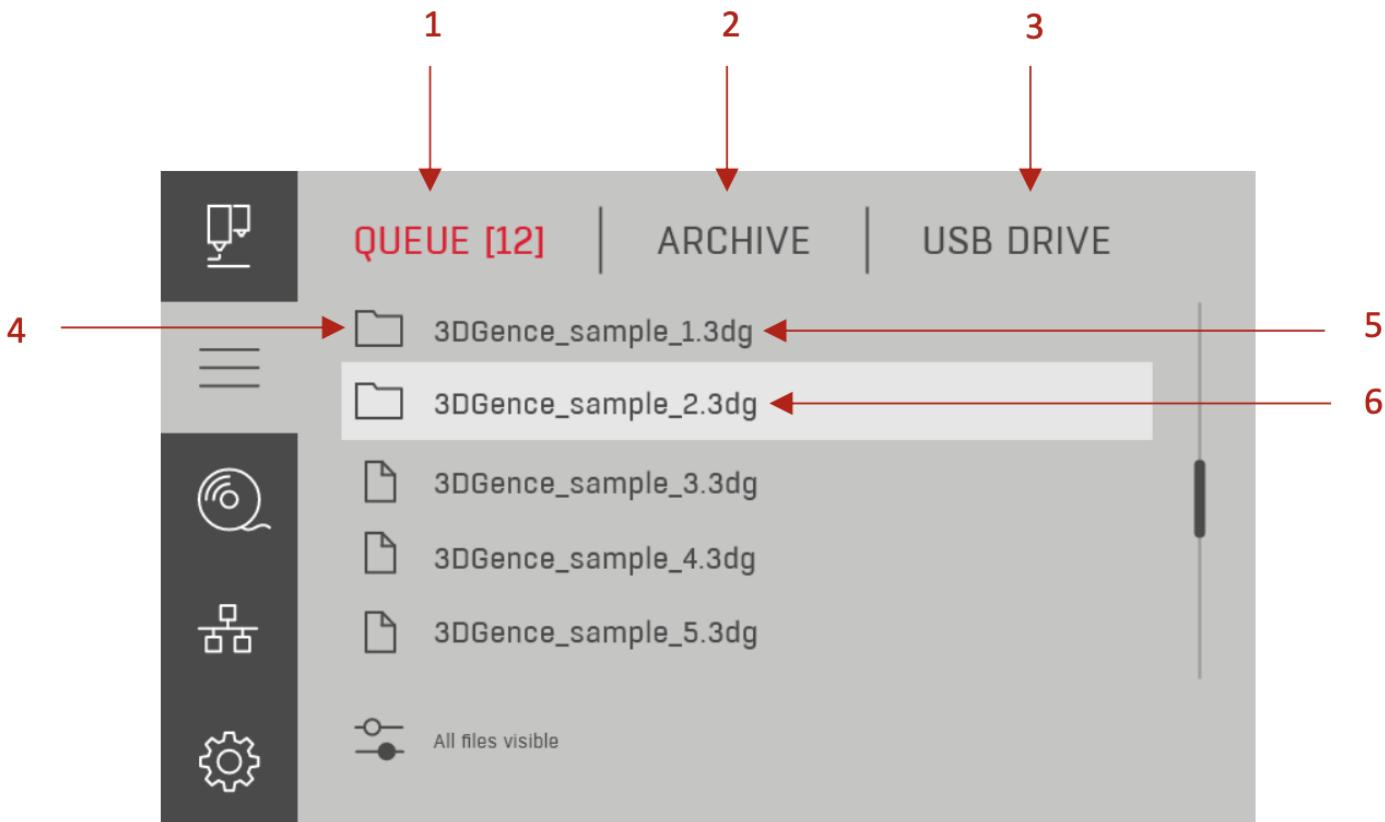

Рис. 34 Экран очереди:
При выборе кнопки [Files] (Файлы) или многофункциональной кнопки вы получаете доступ к списку очереди файлов печати. На этом экране есть три вкладки, на которых вы можете выбрать файл для печати. Текущее местоположение выделено красным цветом (рис. 34).
**<Queue>** (Очередь) – редактируется с помощью программного обеспечения 3DGence SLICER 4.0 и облачной платформы 3DGence CLOUD. Самая последняя модель, которая появляется в очереди, помещается в конец списка. После завершения (без перерыва) процесса печати файл перемещается в архив в начало списка. Пользователь также может переместить файл в архив с помощью кнопки, расположенной рядом с кнопкой [Preview] (Предварительный просмотр) (рис. 34, поз. 8).